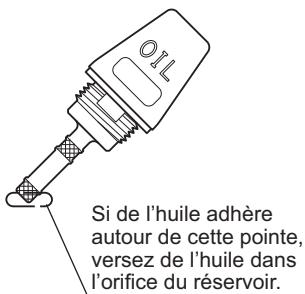
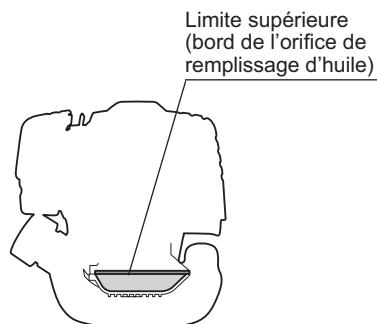

Fig. 1
Fig. 2
- En conservant le moteur à plat, retirez la jauge d'huile, puis confirmez que le niveau d'huile se situe entre les limites haute et basse. Lorsqu'il manque de l'huile et que seule la pointe de la jauge d'huile touche l'huile, notamment quand la jauge sertie insérée dans le carter du moteur sans se visser (Fig. 1), versez de l'huile neuve dans l'orifice du réservoir (Fig. 2).
(1) Gardez le moteur à plat et enlevez la jauge d'huile.
(2) Remplissez le réservoir d'huile jusqu'au bord de son orifice. (Voir Fig. 2.)